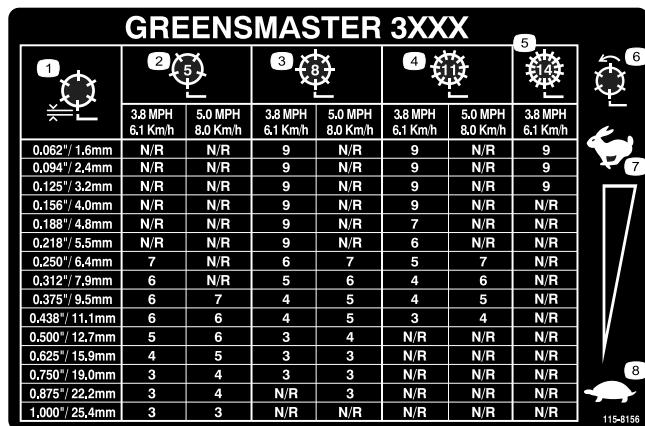

Figura 28
3. Utilizando o gráfico apropriado (Ver Figura 28) para as unidades de corte de 5, 8, 11 ou 14 lâminas, escolha a velocidade adequada dos cilindros.